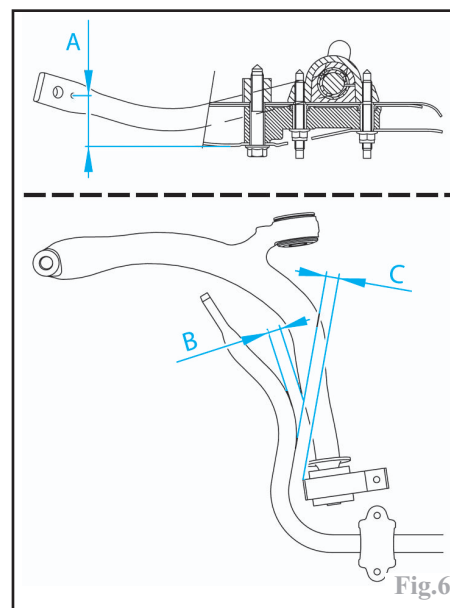

Fig.6
-Positionner la barre stabilisatrice de façon à obtenir $A = 50 \pm 5\text{mm}$ (Fig.6).
-Vérifier l'alignement de telle sorte que les cotes (B) et (C) soient identiques des deux côtés.